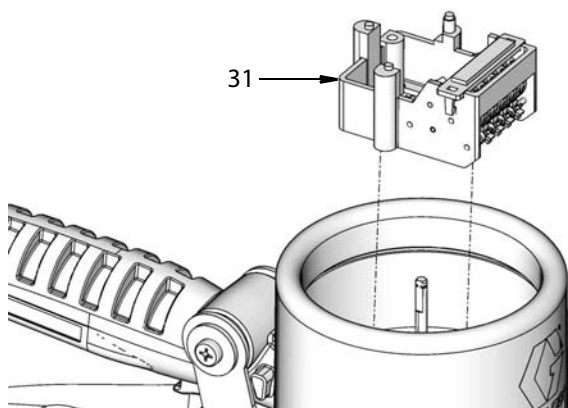

Рис. 19
7. Снимите весь узел счетчика (31) (Рис. 19).